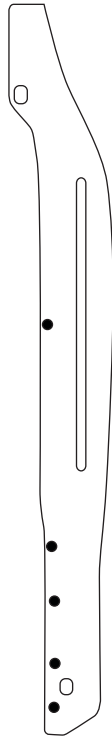

FIGURE 1
- Les points noirs représentent l'emplacement de cinq (5) rivets aveugles (W707638-S900C). (Voir figure 1).